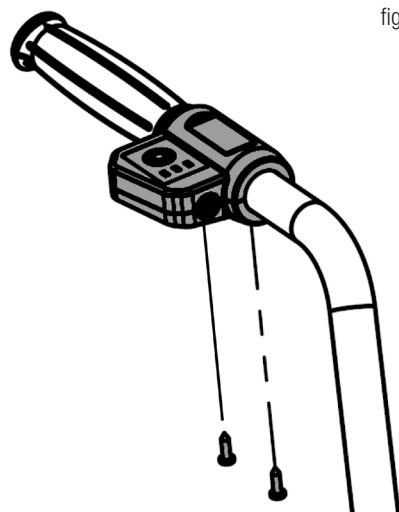

fig. 4
4. Montare il pannello di controllo come mostrato in fig. 4.